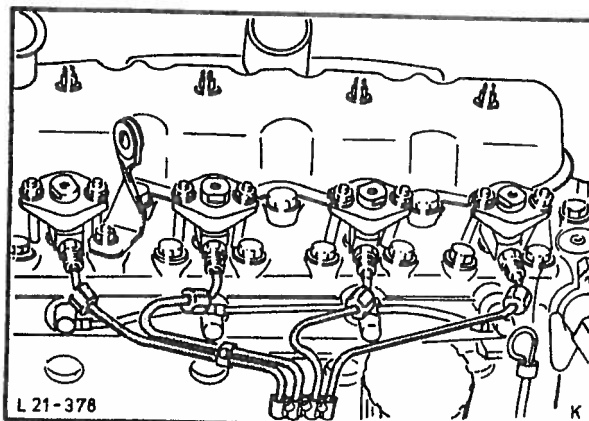

Fig. 4 Skru av innsprøytningsrørene.
3. Skru av innsprøytningsrørene med en vanlig åpen fastnøkkel (17 mm), fig. 4. Demonter oljereturret fra dyseholderne.